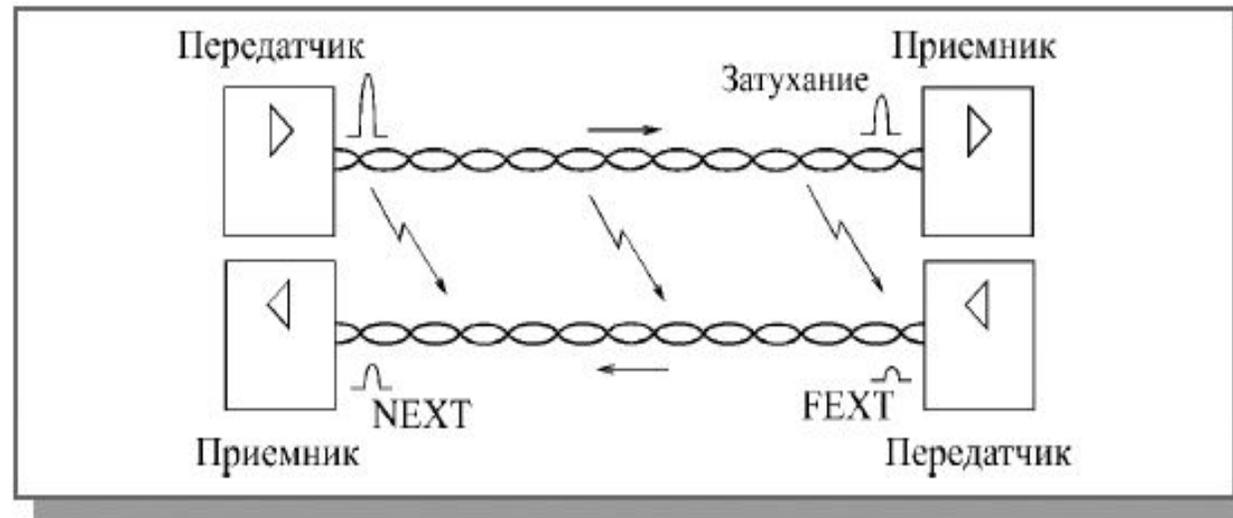

Рис. 2.2. Перекрестные помехи в кабелях на витых парах
- ▶ Еще один специфический параметр, определяемый стандартом - это величина так называемой перекрестной наводки на ближнем конце (NEXT - Near End CrossTalk). Он характеризует влияние разных проводов в кабеле друг на друга. Суть данного параметра иллюстрируется на рис. 2.2.